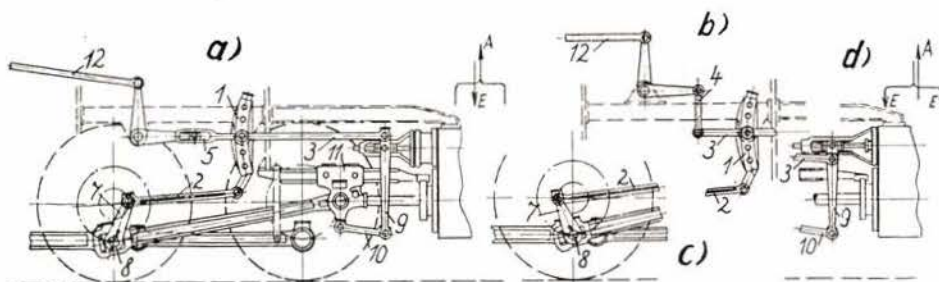

Bild 4 Darstellung der Heusinger-Steuerung
4. Die äußere Steuerung nach Heusinger (Bild 4)
Die im Bild 4 a gezeigte Heusinger-Steuerung ist ebenfalls eine maßstäbliche Darstellung für eine Heißdampfmaschine mit Inneneinströmung. Bei Dampfmaschinen mit Inneneinströmung strömt der Dampf zwischen den zwei Schieberkörpern ein und außerhalb der Schieberkörper aus (siehe Pfeilschizze). Im Gegensatz dazu strömt bei Dampfmaschinen mit Außenein-
Bei Naßdampflokomotiven und allen anderen mit Außeneinströmung arbeitenden Dampfmaschinen ist die Pleuellkurve ebenfalls voreilend eingebaut. Außerdem sind die Angriffspunkte am Voreilhebel vertauscht (siehe Bild 4 d). Die Schieberstange liegt bei Vorwärtsfahrt im unteren Teil der Pleuell.